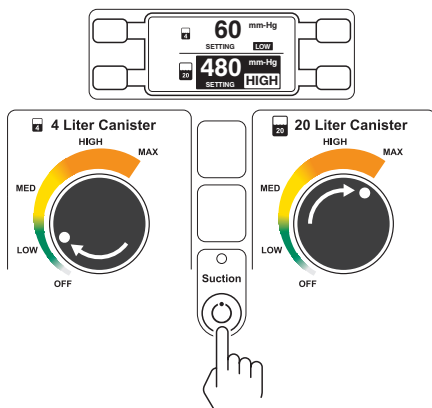

Figura 3 – Aplicar aspiração
8. Prima o botão LIGAR/DESLIGAR ASPIRAÇÃO e rode o botão DEFINIÇÃO DE LIMITE DE ASPIRAÇÃO do recipiente para o nível de aspiração máximo. Certifique-se de que se atinge o valor do nível máximo de aspiração no VISOR DO PAINEL DE CONTROLO (Figura 3).